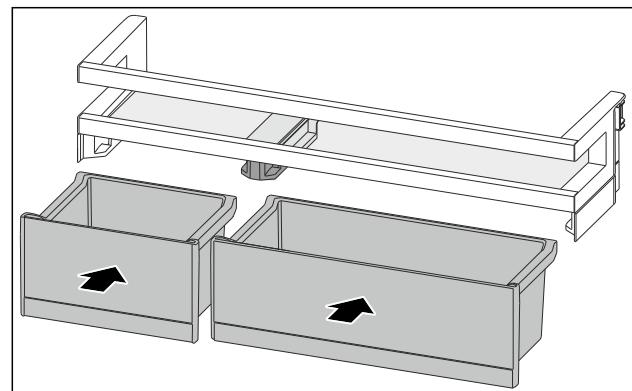

Fig. 94
- VarioBoxen in getauschter Anordnung einsetzen. (siehe Fig. 94)